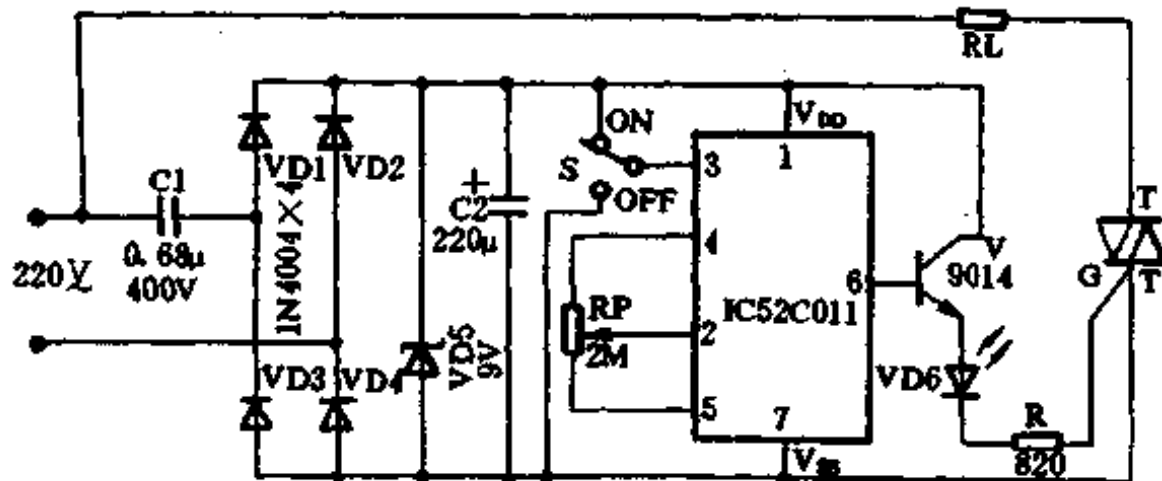

图 2-24
2. 交流调温和调速控制电路:如图 2-24 所示。它对电加热器具进行调温或对电风扇等电机进行调速,双向可控硅 VS 的功率可根据负载的功率大小来确定,当负载小于 120W 时,可采用 2A 600V,若负载功率为 500W 时,可采用 5A 600V。发光二极管 VD6 可指示输